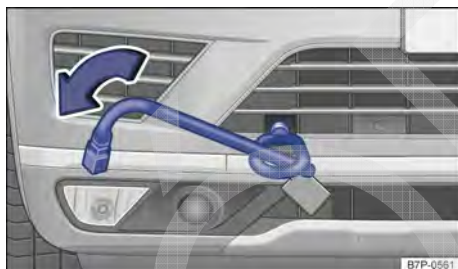

Fig. 250 No para-choque dianteiro à direita: rosquear a argola de reboque.
- Rosquear a argola de reboque tão firme quanto possível **no sentido anti-horário** no alojamento → Fig. 250 → . Utilizar um objeto apropriado com o qual a argola de reboque possa ser rosqueada com firmeza no alojamento.